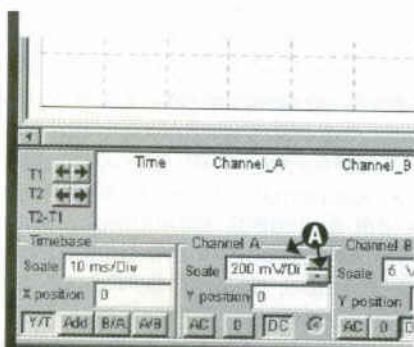

Figura 8 - Ajustando o canal A
O modo como esse ajuste é feito é mostrado na **figura 8** em (A). Inicialmente vamos manter a posição da imagem em 0, ou seja, *Y position* = 0. Use as setas paracima e para baixa para encontrar a posição de 200 mV por divisão.